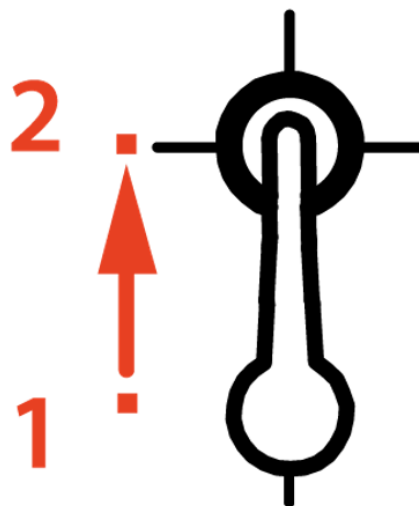

Рис.2
5. Светильник, без рассеивателя, установить в подготовленные в потолке метизы через пазы светильника, завести до упора шляпки метизов так, что бы они оказались в формованной части крышки светильника (от точки 1 к точке 2 см. Рисунок 2). Прикрутить все 4 метиза до упора.